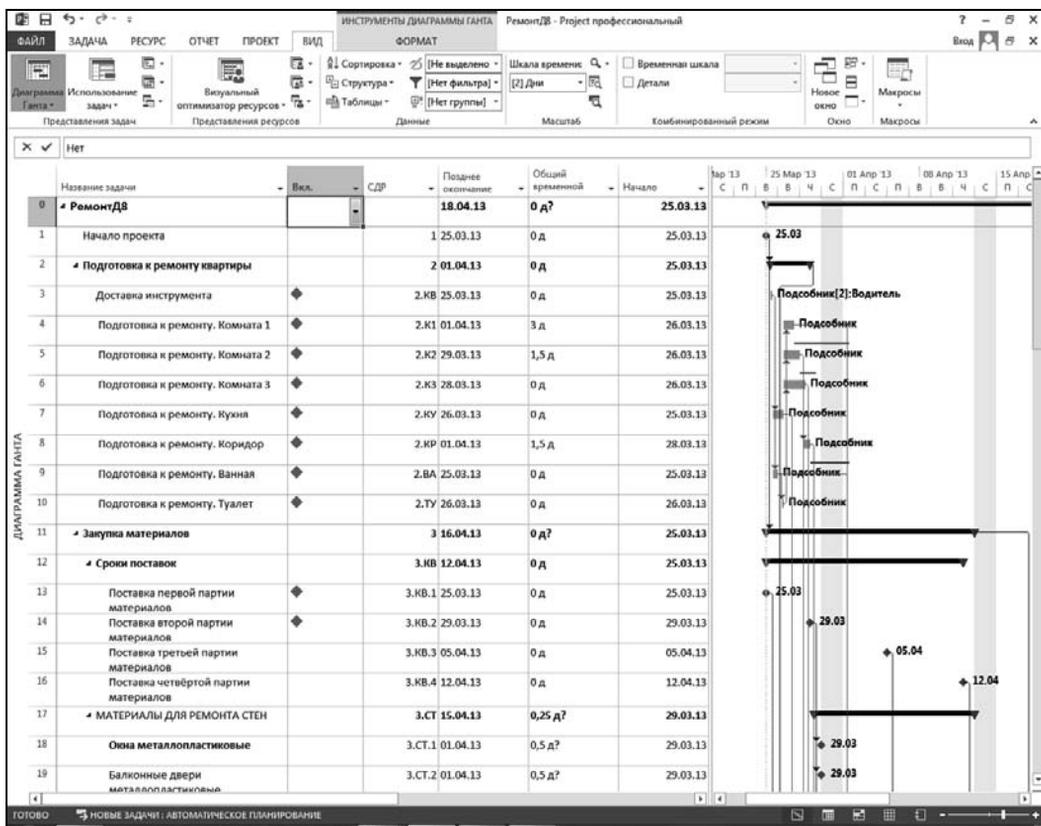

Рис. 7.17. Экранная форма линейной диаграммы с визуальной отметкой включенных в план задач
12. В области **Данные** в списке управления группировкой выбрать группу **Закупки по неделям** и в списке управления фильтрами выбрать выделяющий фильтр **Закупки1** (для этого надо использовать расположенный в области **Данные** справа по середине список). Повторить описанные в пп. 10 и 11 действия для задач **13, 14, 29, 31, 32** в группе **Позднее окончание: 25.03.13–31.03.13**. После этого можно отменить как фильтр, так и группировку (выбрав для этого команды **Нет фильтра** и **Нет группы** соответственно). Вид сформированной экранной формы показан на рис. 7.17.